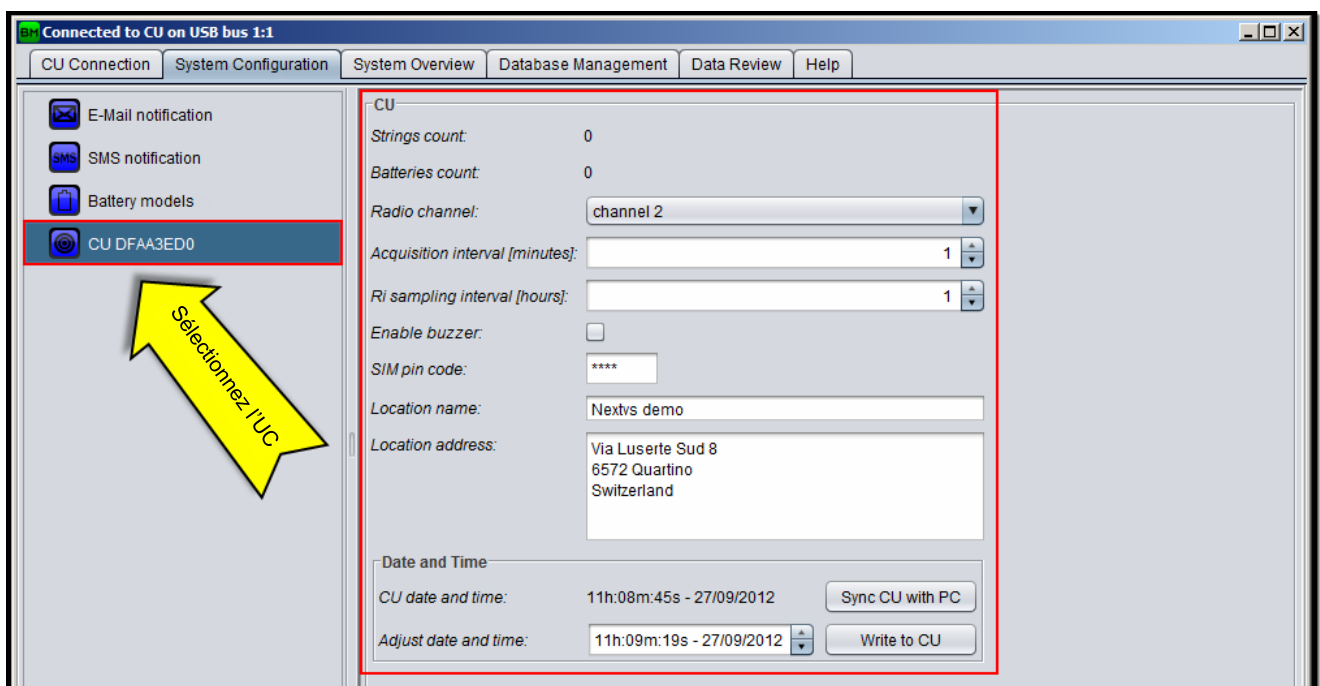

Figure 24 : Configuration de l'UC
12. Sélectionnez l'UC comme illustré à la Figure 24.